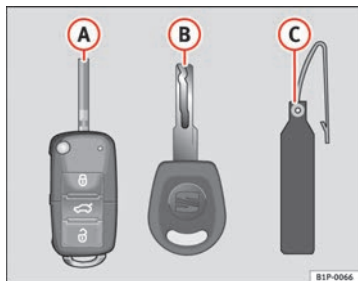

Abb. 61 Schlüsselsatz
- Funkschlüssel ⇒ Abb. 61 **A** mit ausklappbarem Schlüsselbart